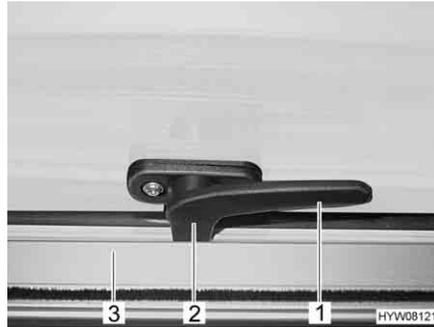

Fig. 80 Palanca de bloqueo en la posición de "cerrado"
- Girar la palanca de bloqueo (Fig. 80,1) un cuarto de vuelta hacia la mitad de la ventana.
- Girar la palanca de bloqueo (Fig. 80,1) un cuarto de vuelta hacia el marco de la ventana. El saliente de bloqueo (Fig. 80,2) se encuentra en la cara interior del bloqueo de la ventana (Fig. 80,3).